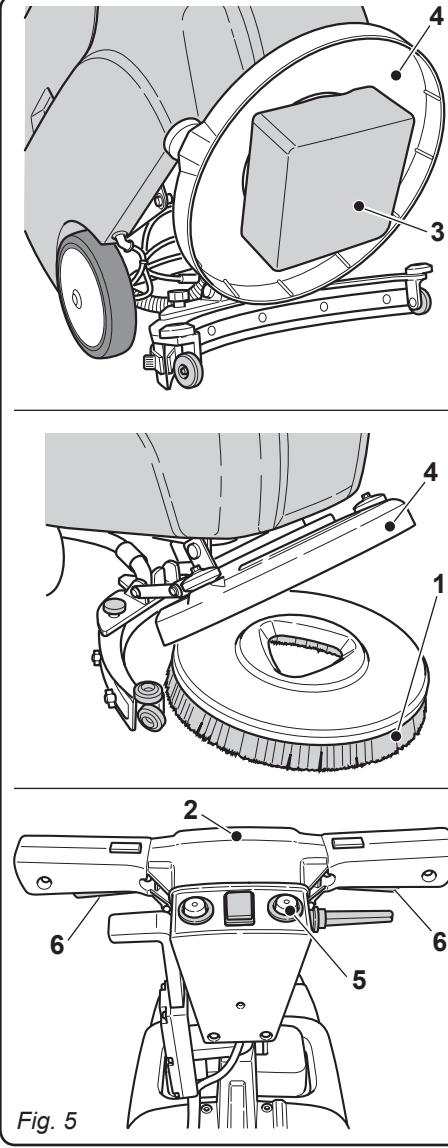

Fig. 5
3.1.d - Montage de la brosse (Fig. 5)
- Mettre la brosse (1) par terre.
- Soulever la machine par l'avant en faisant levier sur le manche (2) et enlever le socle en polystyrène (3).
- Placer la bride (4) sur la brosse (1).
- Appuyer sur le bouton (5) sur « I », puis appuyer sur le levier (6) pour démarrer la rotation de la brosse jusqu'à sentir le « CLIC » d'enclenchement de la brosse, puis relâcher le levier (6) et appuyer sur le bouton (5) pour le mettre en position “0”.